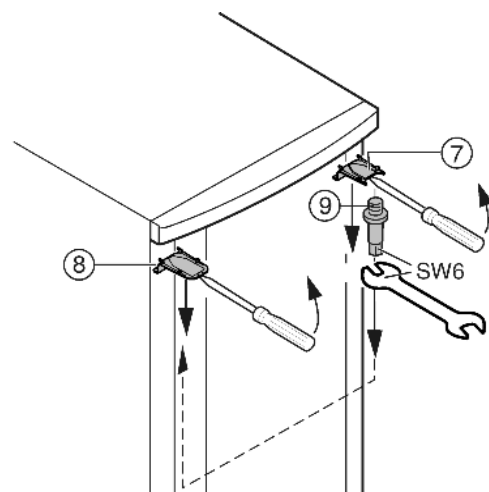

Fig. 7
- ▶ Foroven løsnes afdækning *Fig. 7 (7)* og afdækning *Fig. 7 (8)* foran med en skruetrækker og tages af i skråt nedadgående retning.
- ▶ Drej lejebolten *Fig. 7 (9)* ud og drej den fast ind (med 4 Nm) på den modsatte side..
- ▶ Montér atter afdækningen *Fig. 7 (7)* på lejeboltens side: sæt i i bagkant, lad dem gå i hak foran.
- ▶ Monter afdækningen *Fig. 7 (8)* på den modsatte side: sæt i i bagkant, lad dem gå i hak foran.
- ▶ Hæng døren ind i lejebolten *Fig. 7 (9)* foroven.